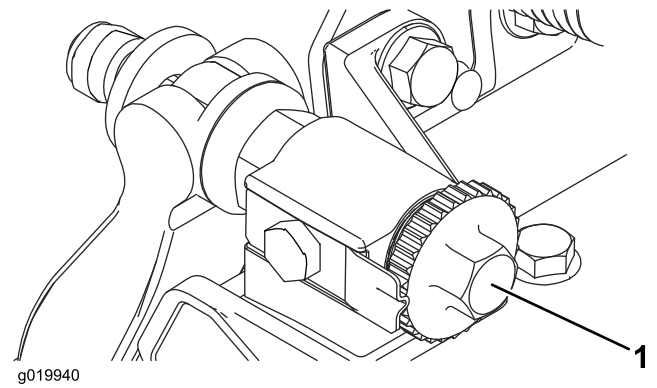

Figura 30
1. Reduzca el contacto entre el molinete y la contracuchilla girando los pomos de ajuste de la contracuchilla (Figura 30) en sentido antihorario hasta que no exista contacto alguno.